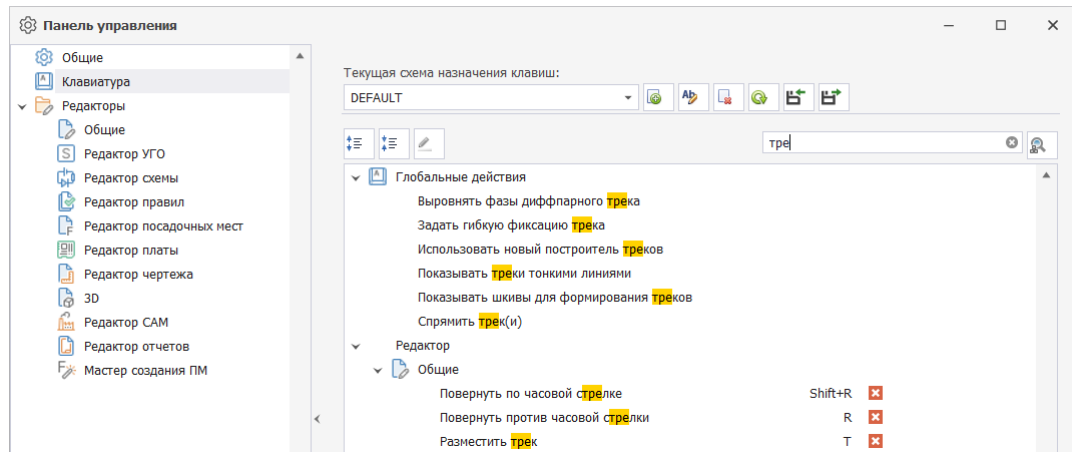

Рис. 50 Поиск действий
1. Установите курсор в поле «Поиск...» и введите наименование искомого действия. По совпадению введенных букв поисковая система отфильтрует имеющиеся действия, Рис. 50.